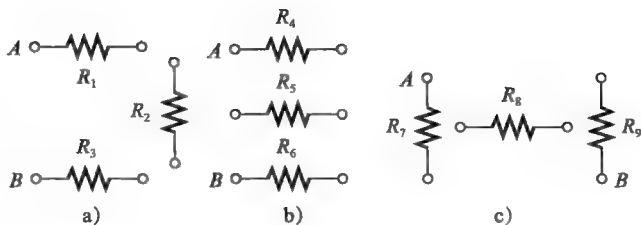

图 4-6
3. 对图 4-6 中的每个电路，把电阻器依照数字编号从 A 点串联到 B 点，画出完整电路图。
4. 把图 4-6 中每一组串联电阻器再彼此串联起来。